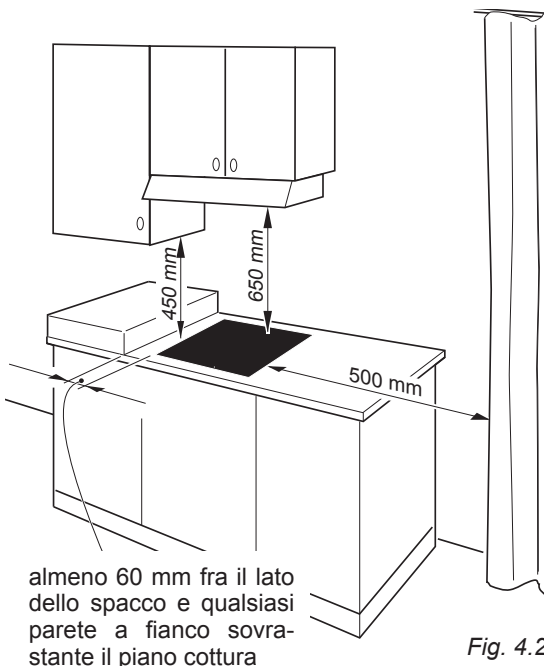

Fig. 4.2
- Allorché sopra il piano di cottura vi sia un pensile o cappa mantenere fra il piano ed il suddetto pensile o cappa la distanza minima pari a 650 mm (fig. 4.2).